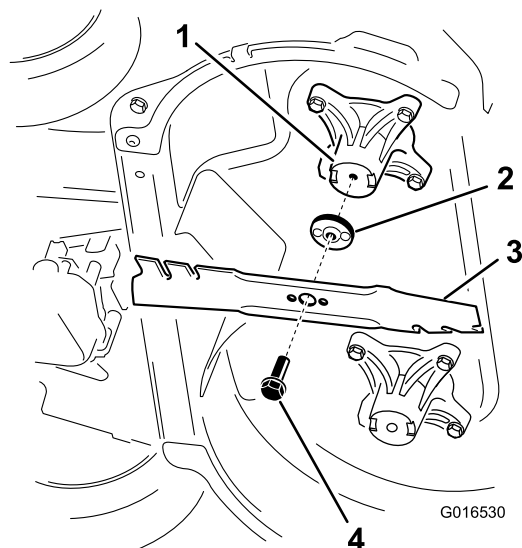

Figure 44
2. Déposez chaque lame comme montré à la Figure 44.
1. Montez la première lame de sorte qu'elle soit horizontale, et reposez toutes les fixations, comme montré à la Figure 44.